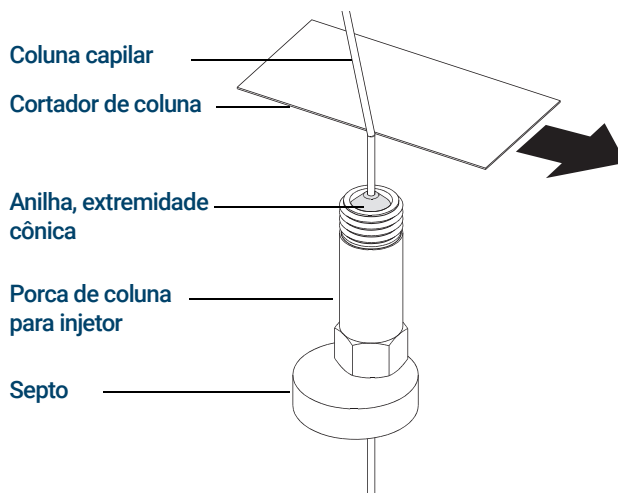

Figura 3. Preparação de uma coluna capilar para instalação
- 2 Utilizando luvas limpas, pressione a coluna através do septo (isso exige um pouco de pressão). Em seguida, deslize a porca da coluna e a anilha condicionada na extremidade livre da coluna. (Consulte **Figura 3**.) A extremidade cônica da anilha deve ficar em posição inversa à porca da coluna.